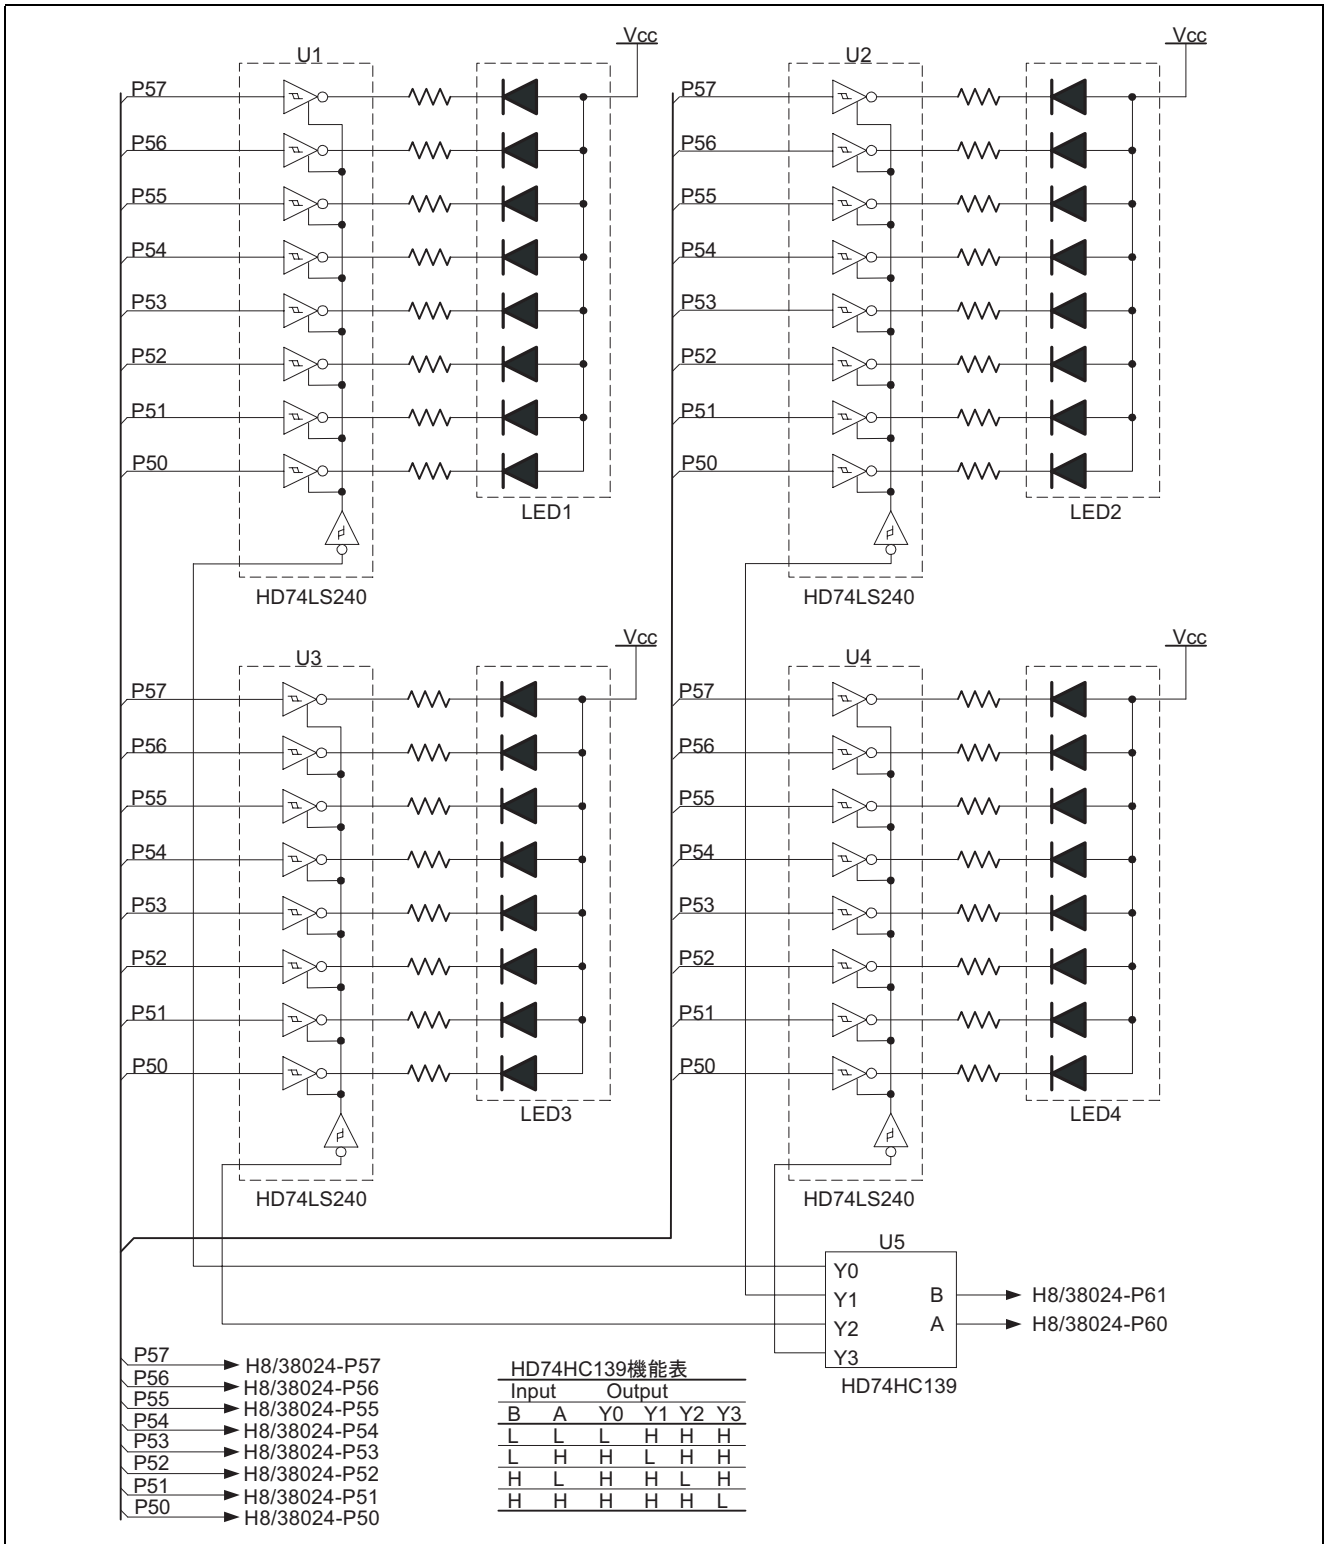

図4 7セグメントLED制御方法
- (7) 本タスク例の動作は以下の通りです。
- (8) 本タスク例では、7 セグメント LED を表示させるためにポート出力を 3 ステート出力インバータドライバ(HD74LS240)に入力して、ドライバの出力を 7 セグメント LED のカソードに接続しています。また 4 個の 7 セグメント LED を表示させるためのポートはすべての 7 セグメント LED に接続されており、7 セグメント LED の表示切り替えは、3 ステートインバータドライバのイネーブル端子により制御しています。また、7 セグメント LED の表示切り替えを行うための信号生成は、2-to-4-line デコーダ(HD74HC139)を使用して、2 本のポート出力により制御します。図 4 に 7 セグメント LED 制御方法について示します。